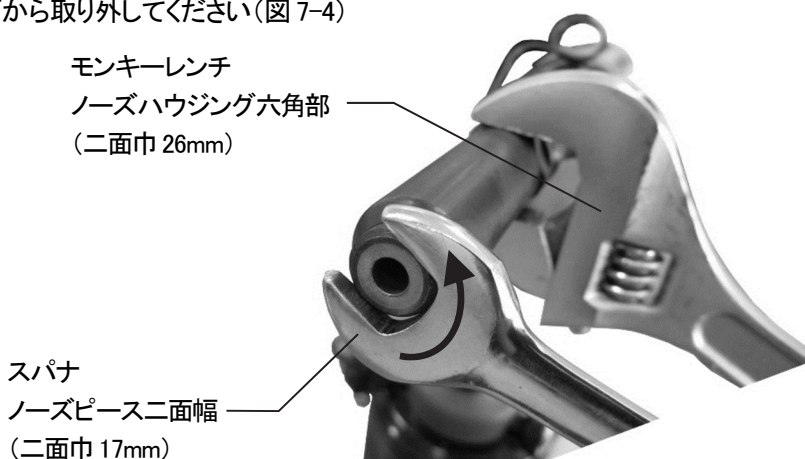

図 7-4
- 1) ノーズハウジング六角部 二面幅(26mm)をスパナ・モンキーレンチ等で固定し、スパナ・モンキーレンチ等でノーズピースをノーズハウジングから取り外してください(図 7-4)